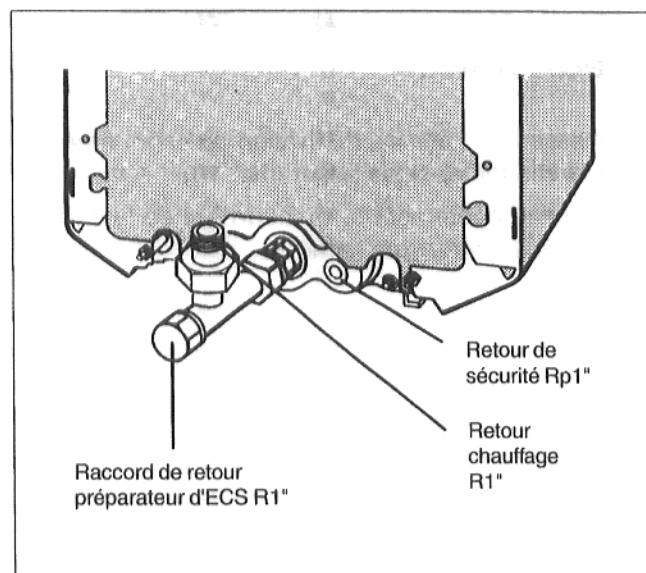
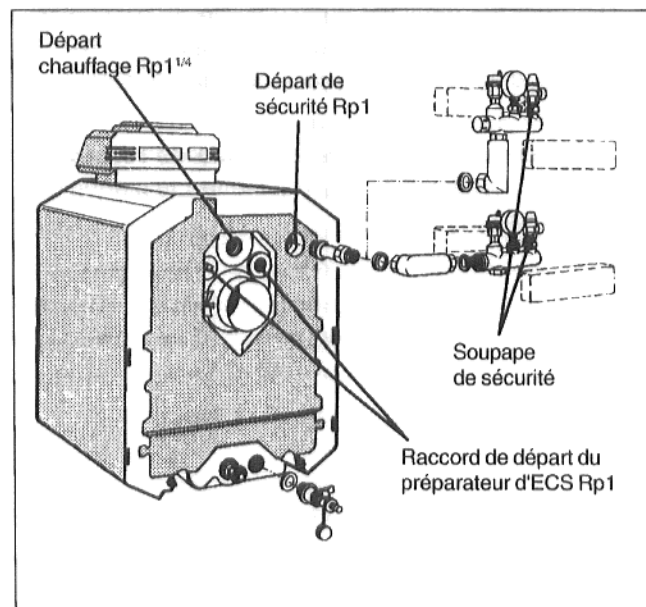

Fig. 12
Fig. 13
7.1. Retour du circuit chauffage (Fig. 12)
Raccorder le départ chauffage (VK), situé au centre, au-dessus du collecteur de fumées (voir également Fig. 13, Fig. 44 et Fig. 45).
(Fig. 12 et Fig. 13)
Un kit de sécurité, comprenant une soupape de sécurité, un manomètre et un purgeur, peut être commandé auprès des distributeurs Buderus (Fig. 13).